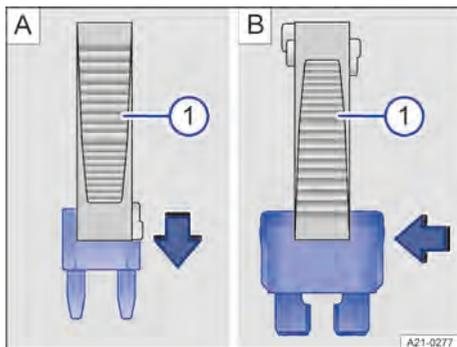

Fig. 163 Puxar o fusível para fora ou inserir (representação esquemática).
① Pinça de plástico.
- Se necessário, retirar a pinça de plástico → Fig. 163 ① da cobertura da caixa de fusíveis.
- No caso de *fusíveis pequenos*, posicionar a pinça de plástico ① por cima → Fig. 163 A ou, no caso de *fusíveis maiores*, empurrar a pinça de plástico ① pela lateral sobre o fusível → Fig. 163 B.
- Caso o fusível esteja queimado, substituir o fusível por um novo da *mesma* intensidade (mesma cor e inscrição) e do *mesmo* tamanho → ①.